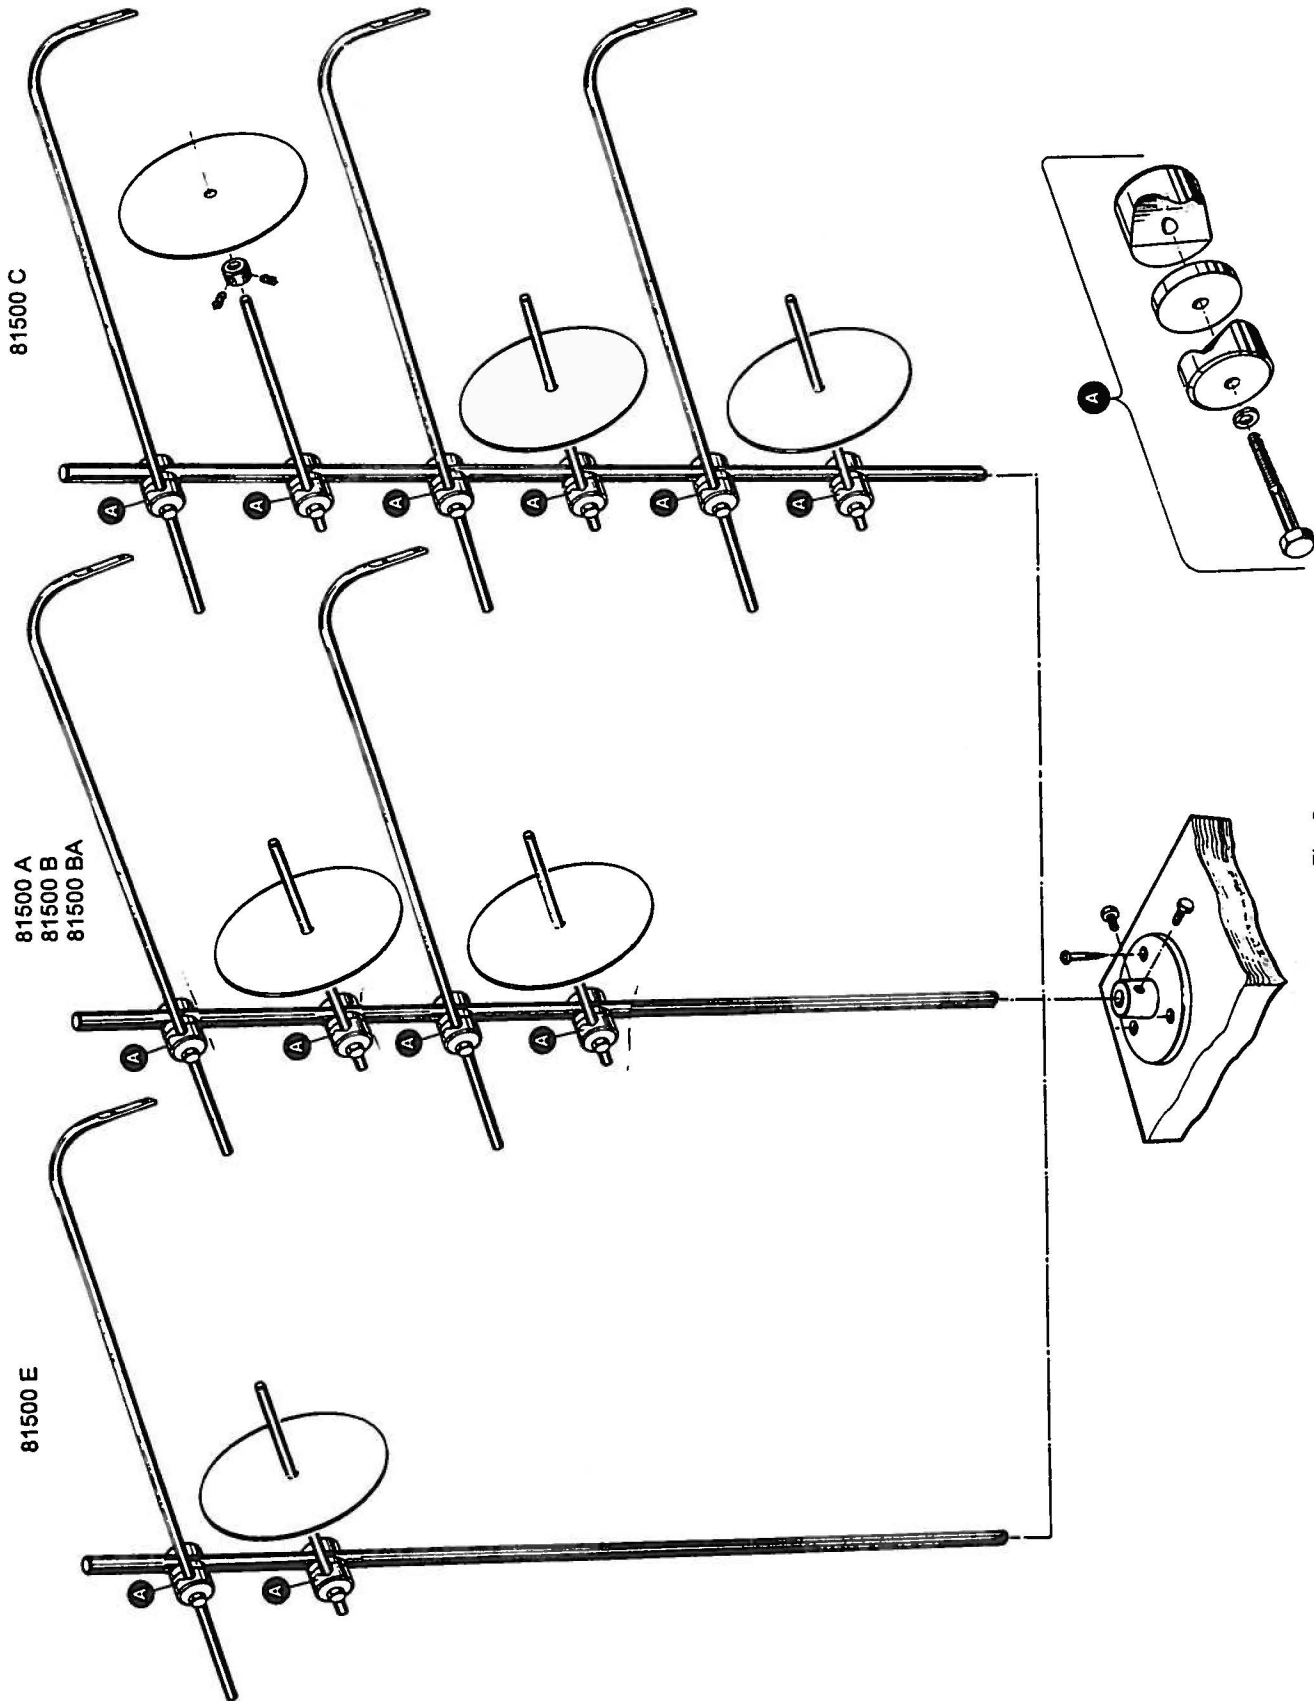

Fig. 3
12. Mount the thread stand base with three wood screws on the right rear corner of the table board and assemble the thread stand as shown in Fig. 3
12. Montieren Sie den Fadenständerfuß mit drei Holzschrauben auf die rechte hintere Ecke der Nähtischplatte und bauen Sie den Fadenständer wie in Fig. 3 gezeigt zusammen.